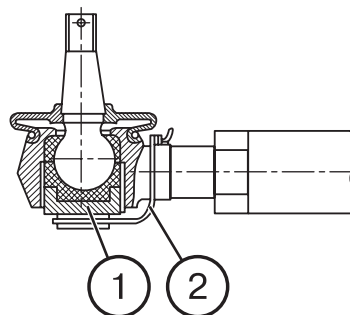

Рис. 58.
- а) отсоедините контрольную проволоку (2) (рис. 58) от наконечника (3);
- б) заверните гаечным ключом пробку (1) так, чтобы устранить зазор в шарнирном соединении;